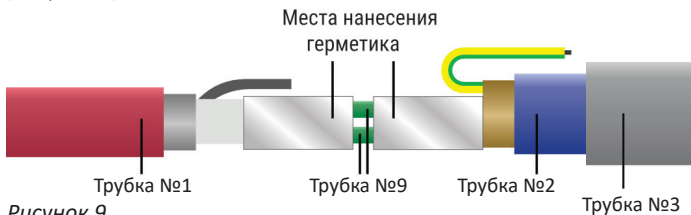

Рисунок 9
3.13. Нанести силиконовый клей-герметик в указанных местах (Рисунок 9).